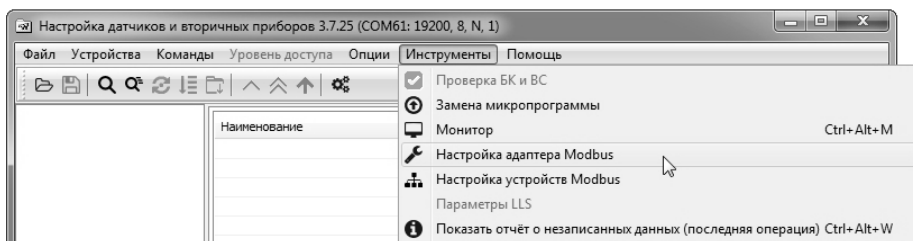

Рисунок 5 – Запуск утилиты «Настройка адаптера Modbus»
3.5.5.3 Для запуска утилиты «Настройка адаптера Modbus» в программе «Настройка датчиков и вторичных приборов» выбрать пункт главного меню «Инструменты» → «Настройка адаптера Modbus» (рисунок 5).